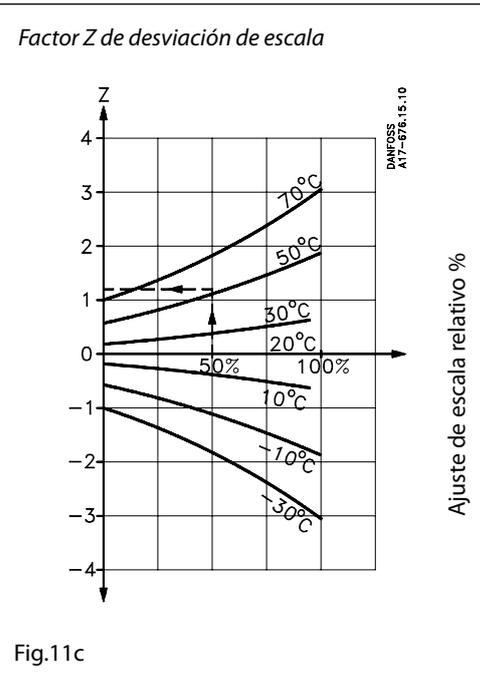

Fig.11c
Z puede encontrarse en la fig. 11c, mientras que a es el factor de corrección que se encuentra en la tabla.
Factor de desviación de escala (véase fig. 11c): + 1.2 (Z)